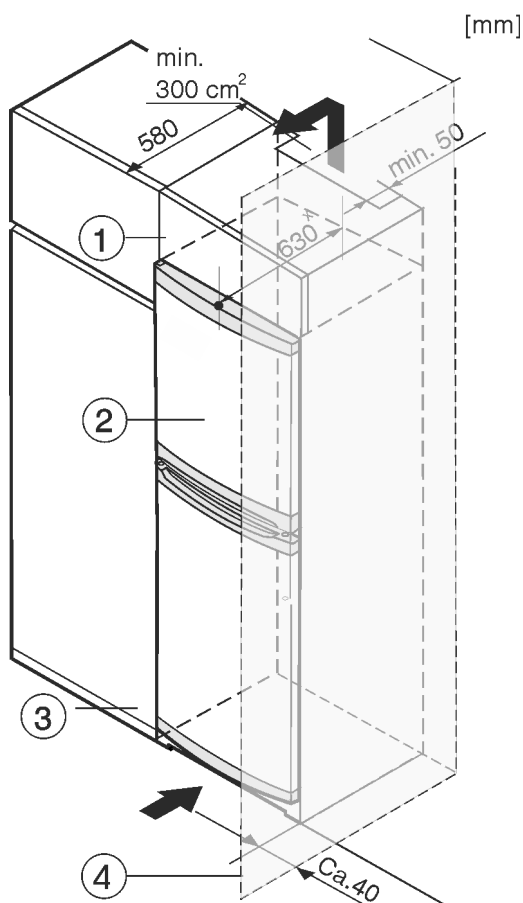

Fig. 8
Okoli naprave lahko vgradite kuhinjske omare. Za poravnavo naprave Fig. 8 (2) s kuhinjskimi elementi lahko nad napravo postavite ustrezno nadgradno omarico Fig. 8 (1).
Pri vgradnji aparata v kuhinjske omare (globina maks. 580 mm) lahko aparat postavite neposredno ob kuhinjsko omaro *Fig. 8 (3)*. Aparat je ob strani postavljen 34 mm \* in na sredini aparata 50 mm \* od čelne stranice kuhinjske omare.
Če aparat postavite s tečaji ob steni *Fig. 8 (4)*, mora razdalja med aparatom in steno znašati vsaj 40 mm. To ustreza velikosti ročaja pri odprtih vratih.